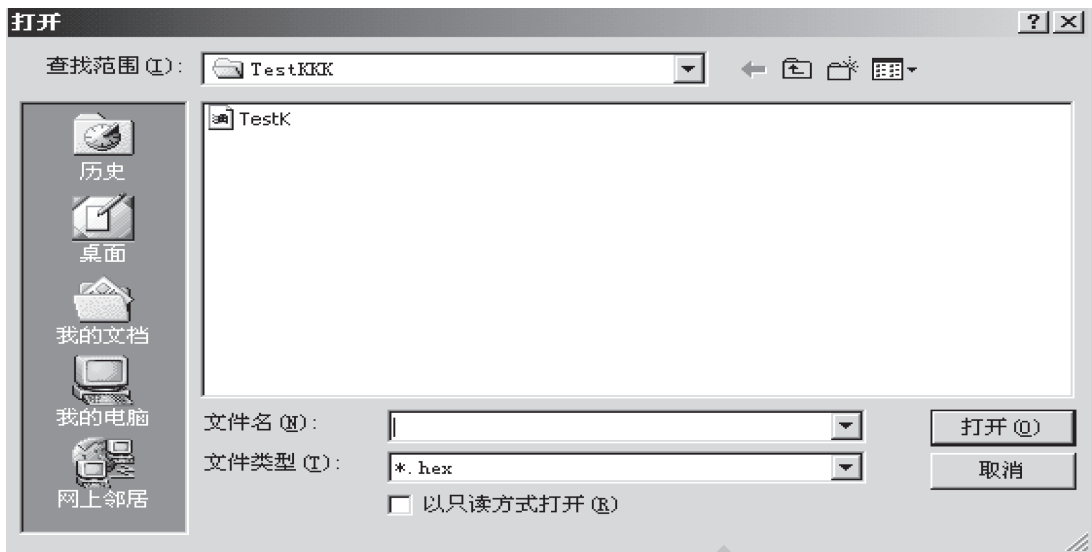

图 1-46 打开文件对话框
(1) 装载: 把经过 Keil C 软件转化成 hex 格式的文件装入区域 1 中, 当单击“装载”按钮时, 出现如图 1-46 所示的对话框。